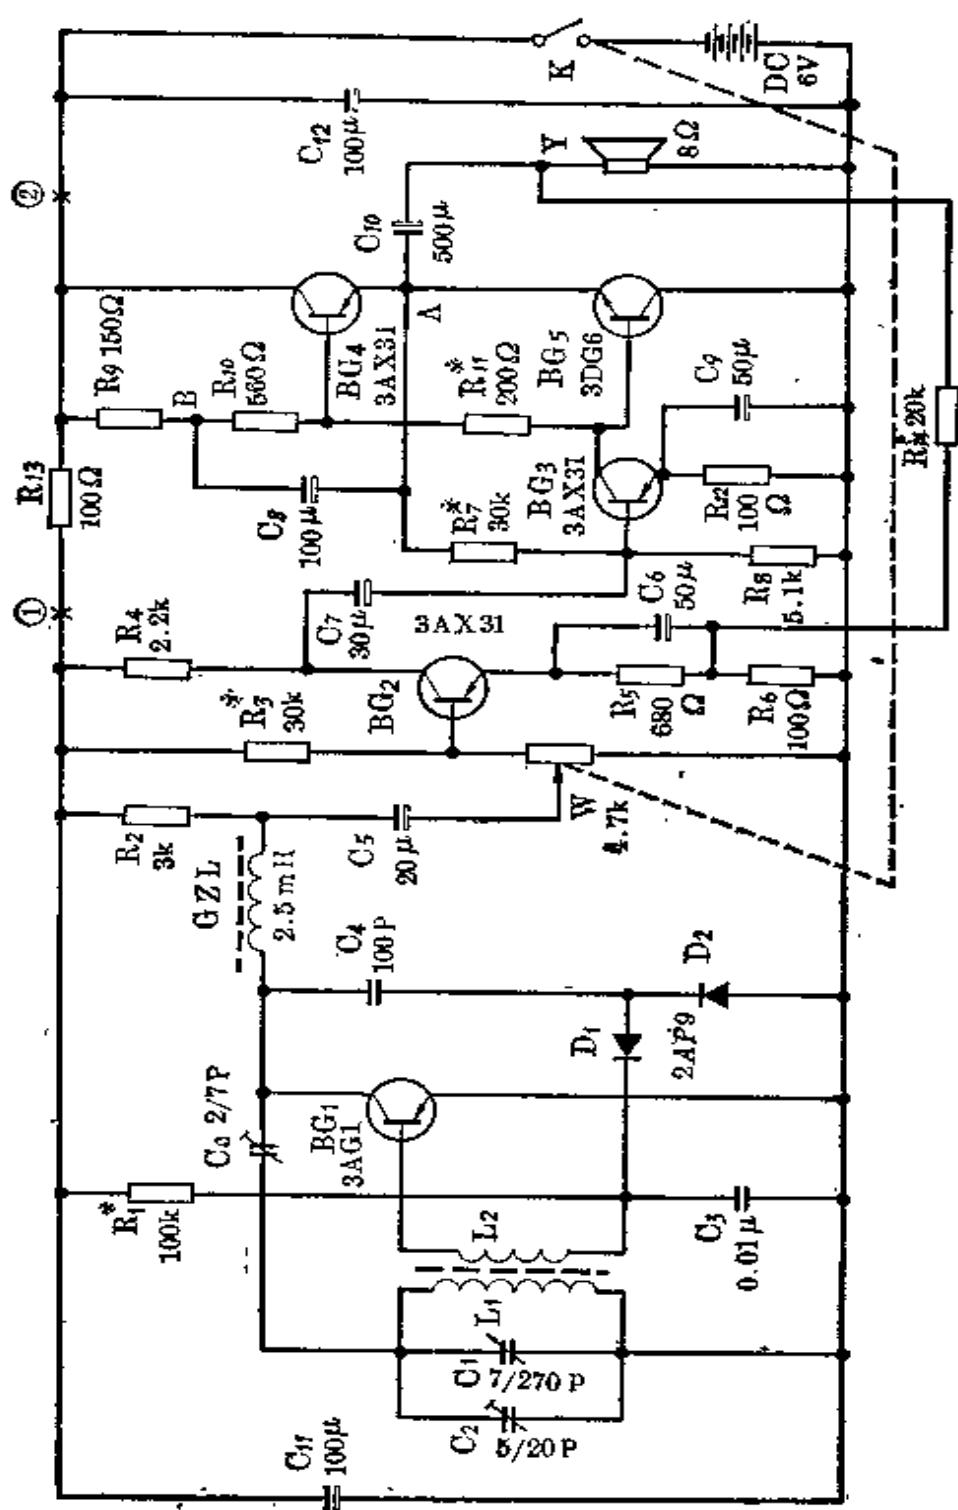

图 10-12
(1) 把音量开关开至最小位置。将图 10-12 中 R_{11}^* 两端用导线短接。调节 R_7^* 大小，用万用电表测量 A 点电压，使 A 点对地的电压等于电源电压的一半，本机 A 点对地电压应为 3 伏(或者用万用表分别测量 BG_4 、 BG_5 的发射极与集电极之间的电压，使两者相等)。如果调节 R_7^* 时，A 点对地电压